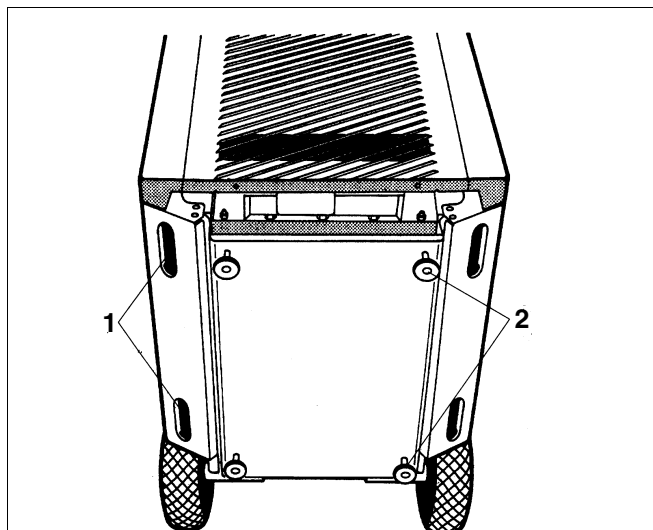

Abb. 5 Kesselunterseite
Zum Heben und Tragen des Kessels die vier Griffmulden (Abb. 5, **Pos. 1**) an der Unterseite verwenden.
Fußschrauben (Abb. 5, **Pos. 2**) nur montieren, wenn der Kessel nicht mit einem LT-Speicher kombiniert wird.
- Die vier Fußschrauben (Abb. 5, **Pos. 2**) bis auf ca. 5 – 10 mm in die vorgesehenen Gewindehülsen im Bodenblech von unten eindrehen.
- Kessel auf die Fußschrauben (Abb. 5, **Pos. 2**) stellen.
- Kessel durch Heraus- bzw. Hineindreihen der Fußschrauben (Abb. 5, **Pos. 2**) in der Senkrechten und in der Waagerechten ausrichten.